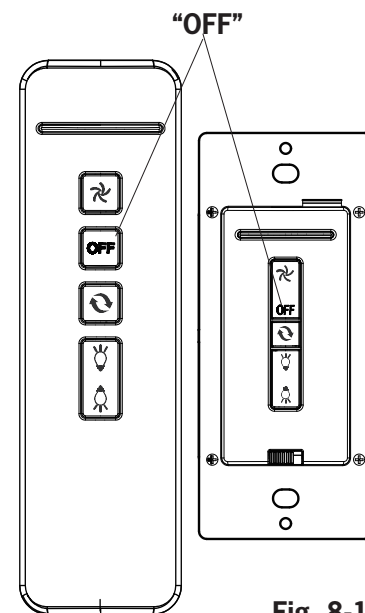

Fig. 8-1
2. **Configuration de la fonction de mémorisation**, réalimentez le ventilateur, puis appuyez sur le bouton « OFF » pendant environ 4 secondes. Vous devez appuyer sur le bouton « OFF » dans les 60 secondes suivant la réalimentation du ventilateur. (Fig. 8-1)